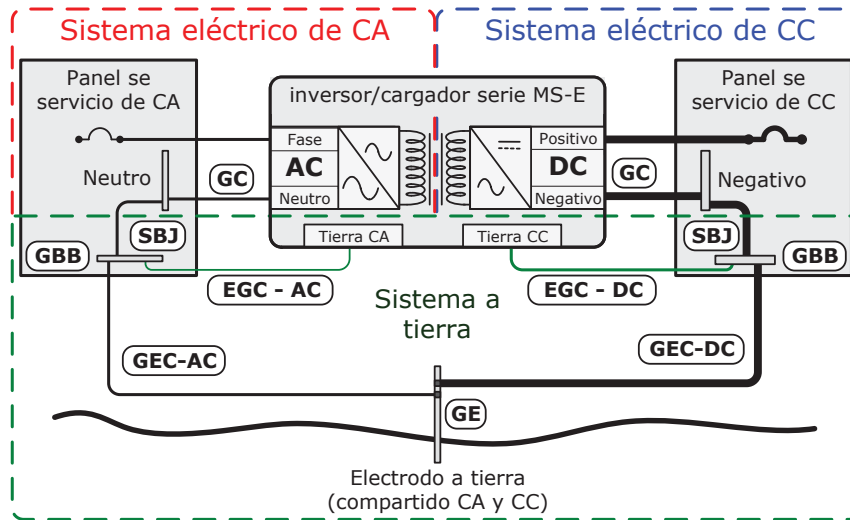

Ilustración 2-14, Múltiples conexiones a la varilla a tierra de CC (Método 2)
Método 2 (Ilustración 2-14): Cuando los paneles de servicio de CA y CC se encuentran cerca uno del otro, entonces el conductor del electrodo de tierra de CA (GEC-AC) y el conductor del electrodo de tierra de CC (GEC-CC) se pueden conectar a un solo electrodo de puesta a tierra (GE). En este método, ya que hay varias conexiones con el electrodo de puesta a tierra de CC (GE-CC), el calibre del conductor del electrodo de puesta a tierra de CC (GEC-CC) no puede ser menor que el conductor más grande de la red de corriente continua (por lo general el cable que va de la batería al inversor).